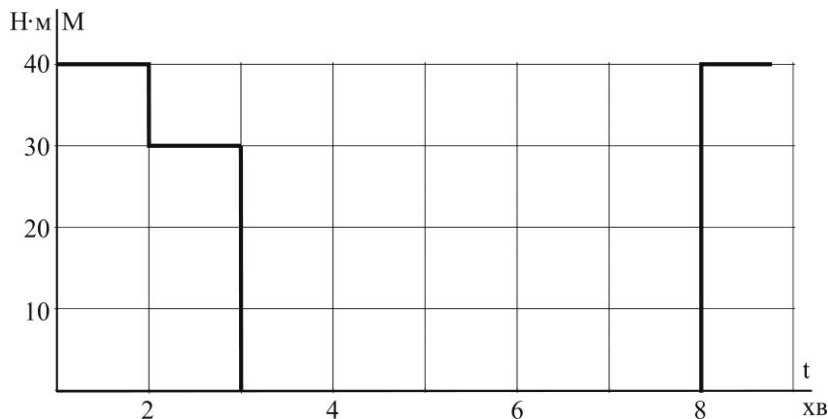

Рис. 8.3.4. Діаграма навантаження двигуна
Вибрати тип і потужність трифазного асинхронного двигуна з приблизно орієнтовною частотою обертання  $n = 1400$  об/хв. для повторно-короткочасного режиму роботи й заданим навантаженням (рис. 8.3.4).
2. Знайти фактичну тривалість вмикання ТВф % для заданого графіка роботи за діаграмою навантаження двигуна (рис. 8.3.4)